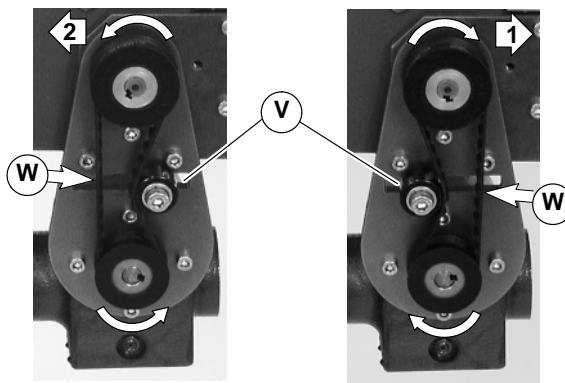

Abbildung 10
8. Je nach Laufrichtung des Fördergurtes (Richtung 1 oder 2) Lage der Zahnriemen-Spannvorrichtung wie gezeigt positionieren (V siehe Abbildung 10). Zahnriemen so spannen, bis eine Durchbiegung von 3 mm bei einer Kraft von 0,5 kg am mittleren - Punkt (W) des Zahnriemens erreicht ist. Die Spannschraube mit 12 Nm festziehen.
3. Je nach Laufrichtung des Fördergurtes (Richtung 1 oder 2) Lage der Zahnriemen-Spannvorrichtung wie gezeigt positionieren (V siehe Abbildung 10). Zahnriemen so spannen, bis eine Durchbiegung von 3 mm bei einer Kraft von 0,5 kg am mittleren Punkt (W) des Zahnriemens erreicht ist. Die Spannschraube mit 12 Nm festziehen.
5. Je nach Laufrichtung des Fördergurtes (Richtung 1 oder 2) Lage der Zahnriemen-Spannvorrichtung wie gezeigt positionieren (V siehe Abbildung 10). Zahnriemen so spannen, bis eine Durchbiegung von 3 mm bei einer Kraft von 0,5 kg am mittleren Punkt (W) des Zahnriemens erreicht ist. Die Spannschraube mit 12 Nm festziehen.